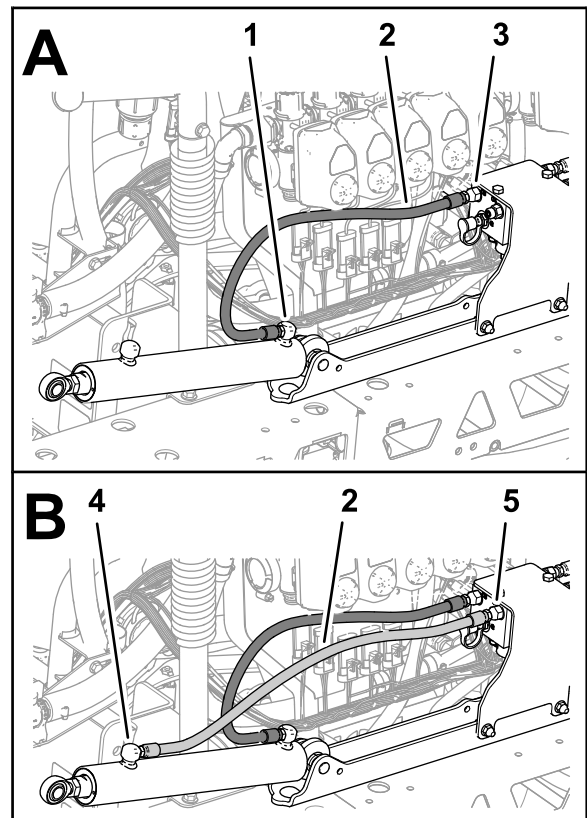

**Figure 115**
1. Placez l'extrémité fixe du vérin de levage que vous avez retiré à l'opération 3 de Dépose des vérins de levage \(page 21\) en face du trou de 16 mm du support de vérin (Figure 115).
2. Fixez le vérin à son support avec l'axe de pivot, le boulon à embase et l'écrou à embase (Figure 115).